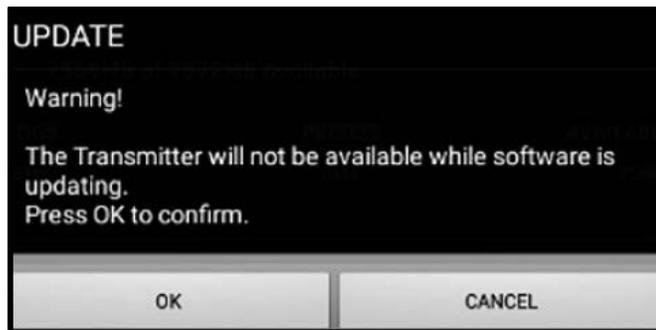

Рис. 107: Экран подтверждения обновления
5. На экране, показанном на Рис.107 ниже, щелкните кнопку ОК, чтобы подтвердить обновление и продолжить работу.